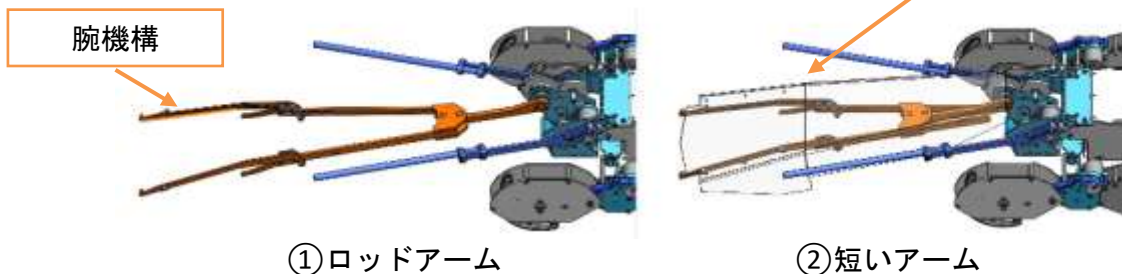

図3 対戦相手に合わせた調整例
腕機構は対戦相手に応じて、下記の①②もしくはその両方の調整が可能(図3)である。このとき「受付時機体審査」の状態からパーツの追加や機体構造の変更は行わず、部品の除去と組み立ての調整のみを行うため、競技規則第14条を満たしている。また、最も短い状態でもアームは200mm以上の長さがあり、任意のタイミングで高さ200mmを超えることができる。
- ① 板部品を取り外し、ロッドアームとして利用する
- ② 部品の穴位置を調整しアームの長さを短くする